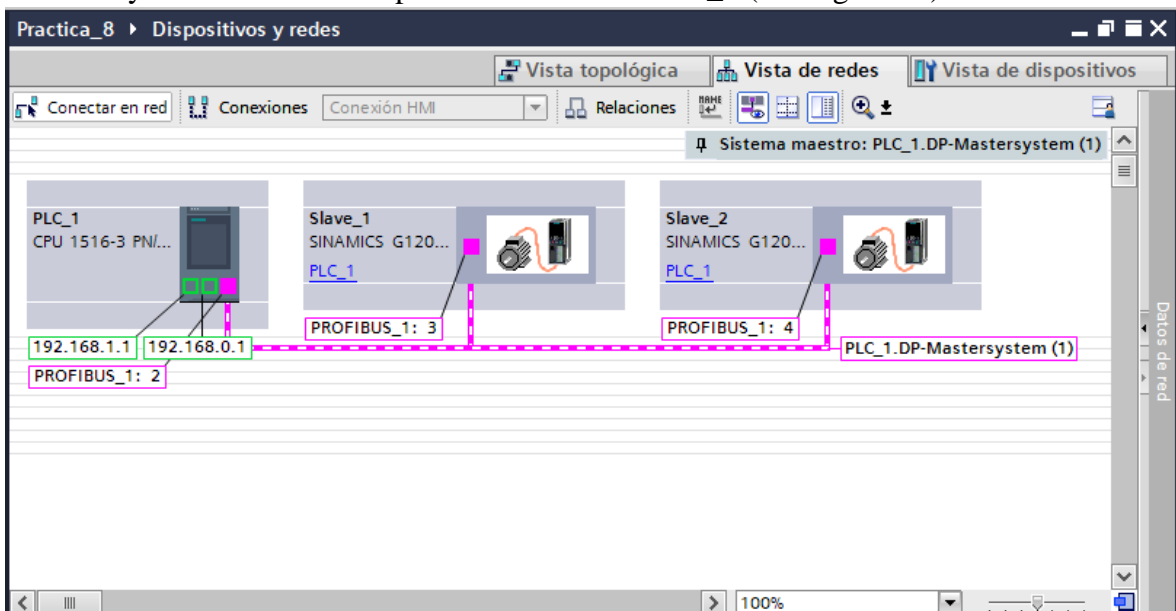

Figura 21. Configuración red Profibus.
- Para realizar la configuración de la red Profibus, se debe seleccionar el puerto Profibus de cada variador y arrastrarlo hasta el puerto Profibus del PLC_1 (ver Figura 21).